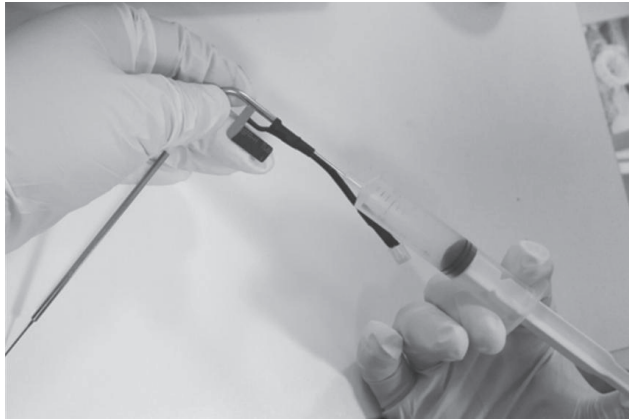

Figura 13-25 Injeção de água
8. Depois de limpar a agulha com um pino de limpeza (0,3 mm), extraia 10 ml de água com um injetor, injete a água na agulha pela extremidade superior, a água deve fluir para fora da ponta da agulha e descarregue 10 ml de água. Enxaguar a agulha 10 vezes com um injetor, como mostra a Figura 13-25.